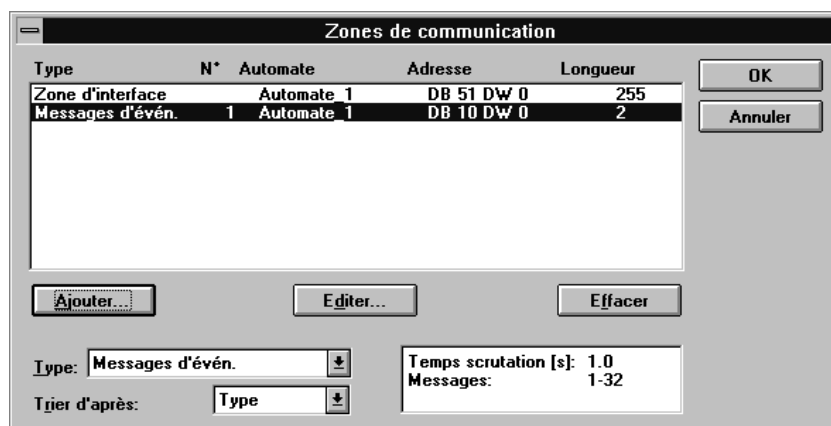

Figure 8-4 La boîte de dialogue Zones de communication
1. Sélectionnez la commande *Système cible* → *Zones de communication* pour déclarer la zone d'événements. La boîte de dialogue *Zones de communication* est affichée (figure 8-4).